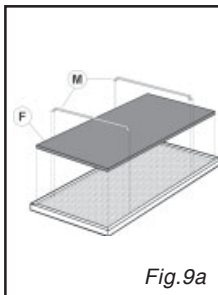

Fig.9a
Der skal bruges en slange, som skal fastgøres til emhættens udsugningsåbning med en metalklemme (slange og klemme følger ikke med). Tag kulfiltrene (F) og filterholderne (B) på fedtfilteret (Fig. 9a-9b) af.